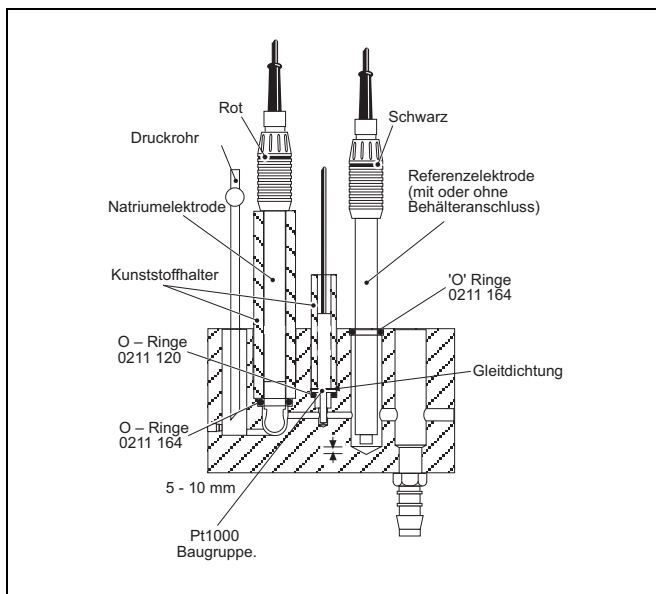

Fig. 4.1 Flowcell
1. Packen Sie die Natriumelektrode aus und entfernen Sie vorsichtig die Gummiabdeckung. Schrauben Sie den zylindrischen Kunststoffhalter von der Durchflusszelle -siehe Abb. 4.1, und schieben Sie die Elektrode ganz in den Halter ein. Schrauben Sie den Halter mit der Elektrode vorsichtig in die entsprechende Bohrung der Durchflusszelle, so dass der Elektrodenkolben durch den O-Ring hindurchtritt.
1. Um die Natriumelektrode einzubauen, gehen Sie entsprechend der Beschreibung in Abschnitt 4.1.1a vor. Schließen Sie anschließend den roten Verbinder an die Elektrode an – siehe Abb. 4.1 und 4.2.
2. Um die Referenzelektrode einzubauen, gehen Sie entsprechend der Beschreibung in Abschnitt 4.1.1b vor. Schließen Sie anschließend den schwarzen Verbinder an die Elektrode an – siehe Abb. 4.1 und 4.3.